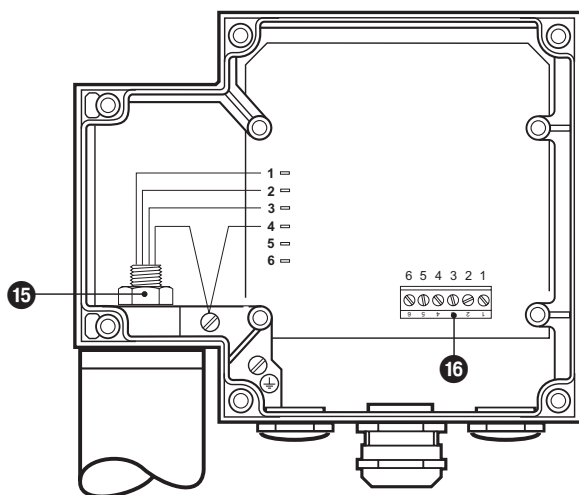

Fig. 15
2. Allentare il dado **15** con chiave fissa da 19 mm ma non rimuovere! **Fig. 15**